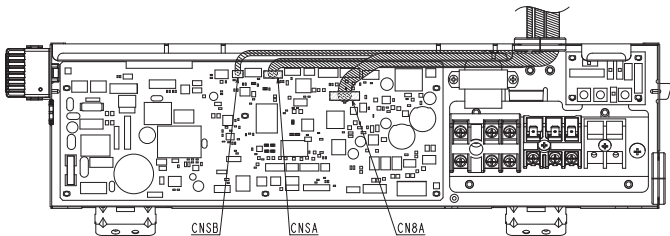

Fig. 6-3
2. Raccordez-le au connecteur du circuit imprimé en option. (Fig. 6-3)